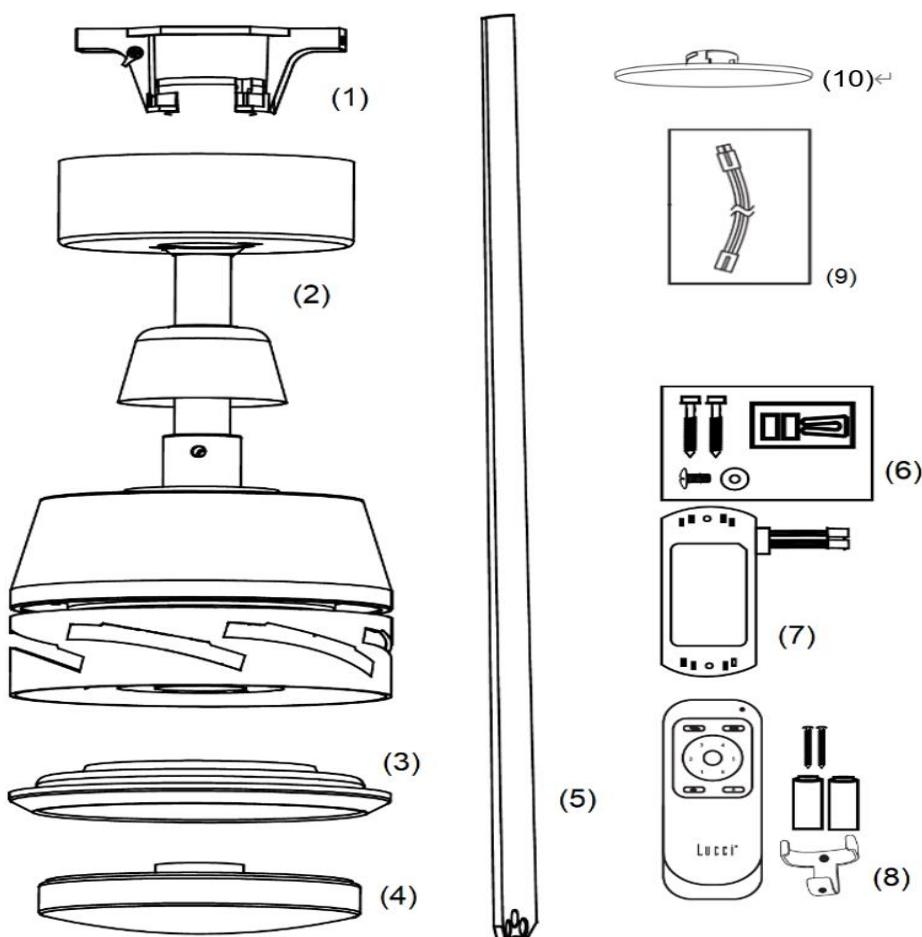

Fig. 1
- Esaminare tutti i componenti e verificare che corrispondano a quelli elencati di seguito e illustrati in Fig. 1.
Nota: se si utilizza l'asta di prolunga, è necessaria la prolunga del kit luce (articolo 9, Fig. 1).